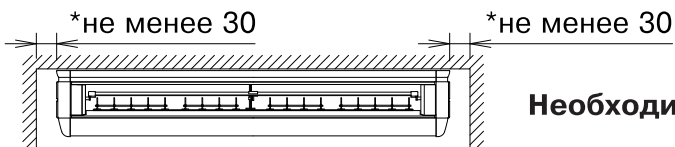
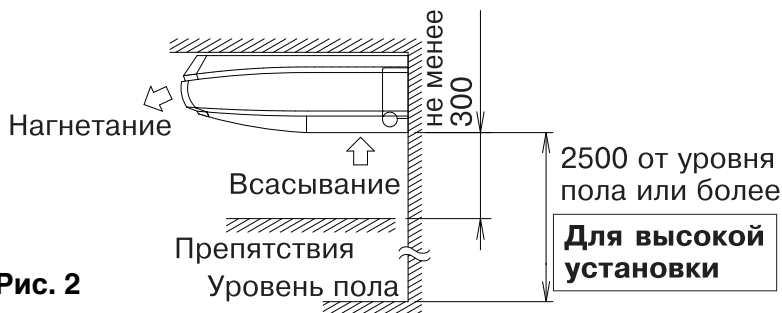

Рис. 1
Рис. 2
(1) Выберите место установки, которое соответствует следующим условиям и которое одобрено клиентом.
- С наличием свободного пространства, достаточного для установки и технического обслуживания. (См. рис. 1 и рис. 2)